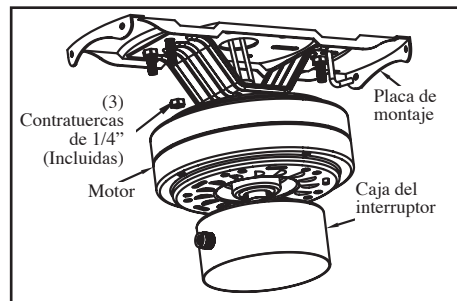
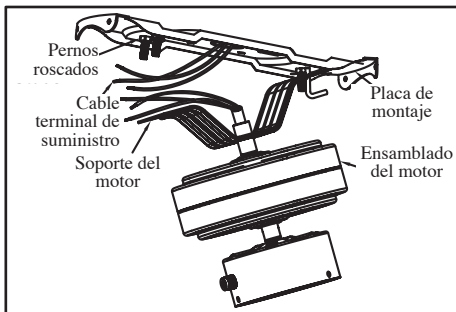

Figura 6
Figura 5
2. Con cuidado alza el ensamblado del motor del ventilador y engancha la ranura del soporte del motor en el gancho de la placa de montaje, para que quede suspendido de forma segura (Figura 5). Luego conecta el cableado a tu ventilador según lo indica la sección "Cómo hacer las conexiones eléctricas".
3. Una vez finalizado el cableado, alza el soporte del motor para que los pernos roscados en la placa de montaje sobresalgan por las ranuras en el soporte del motor (Figura 5). En los pernos roscados, aprieta firmemente las tres contratuercas de 1/4" (incluidas) y trata de mover el soporte del motor para asegurarte que el ensamblado está bien apretado (Figura 6).